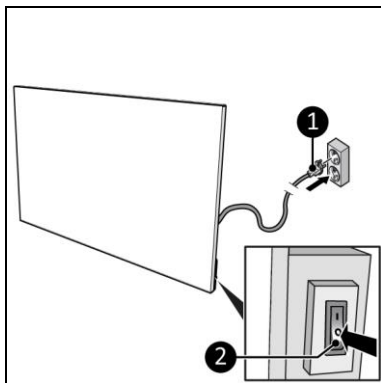

Figura 10
2. Asigurați-vă că întrerupătorul ON/OFF (PORNIT/OPRIT) se află în poziția OFF (OPRIT) (Figura 10, poz. 2).
3. Introduceți șteccherul (Figura 10, poz. 1) într-o priză cu împământare ușor accesibilă. Utilizați o priză cu împământare cu o putere minimă de 800 Watt.
1. Asigurați-vă că întrerupătorul ON/OFF (PORNIT/OPRIT) se află în poziția OFF (OPRIT) (Figura 10, poz. 2).
2. Scoateți ștecărul din priză (Figura 10).